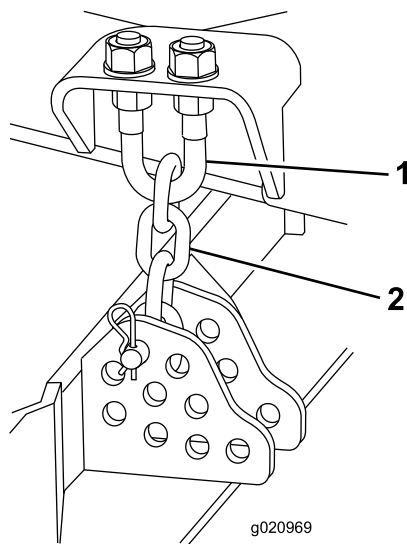

Figure 101
4. Enlevez la goupille fendue et l'axe de chape qui fixent les chaînes de hauteur de coupe à l'arrière du plateau (Figure 101).